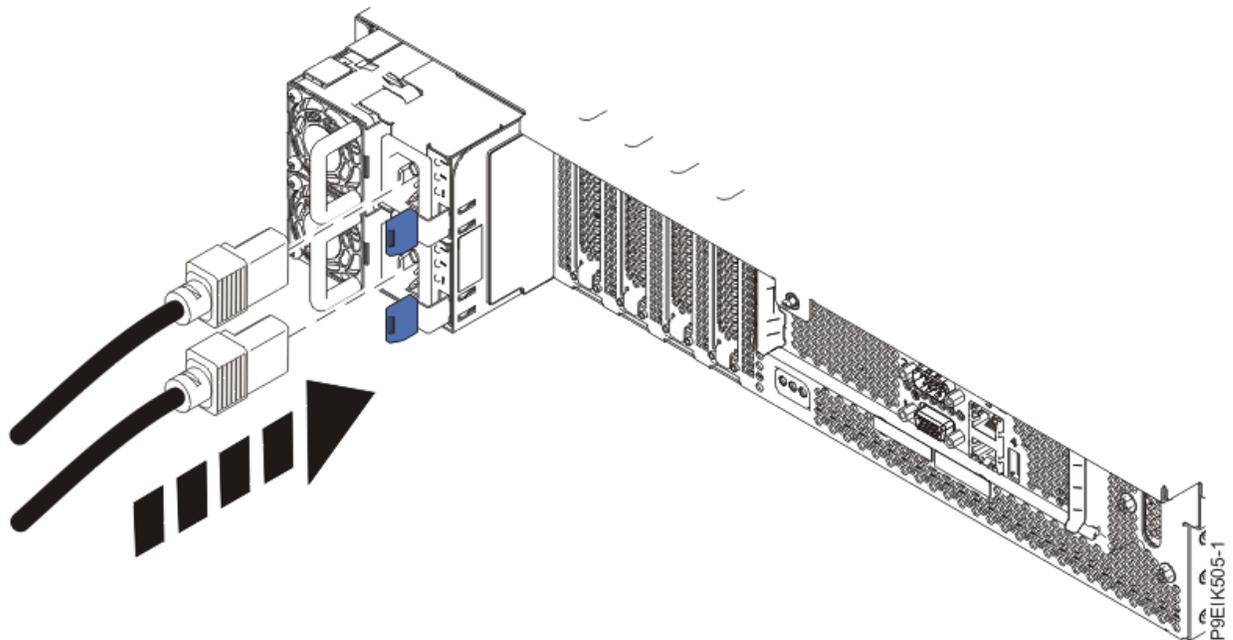

Figura 71. Ligar os cabos de alimentação ao sistema
2. Através da utilização das etiquetas, volte a ligar os cabos de alimentação à unidade de sistema, conforme apresentado na Figura 71 na página 111.